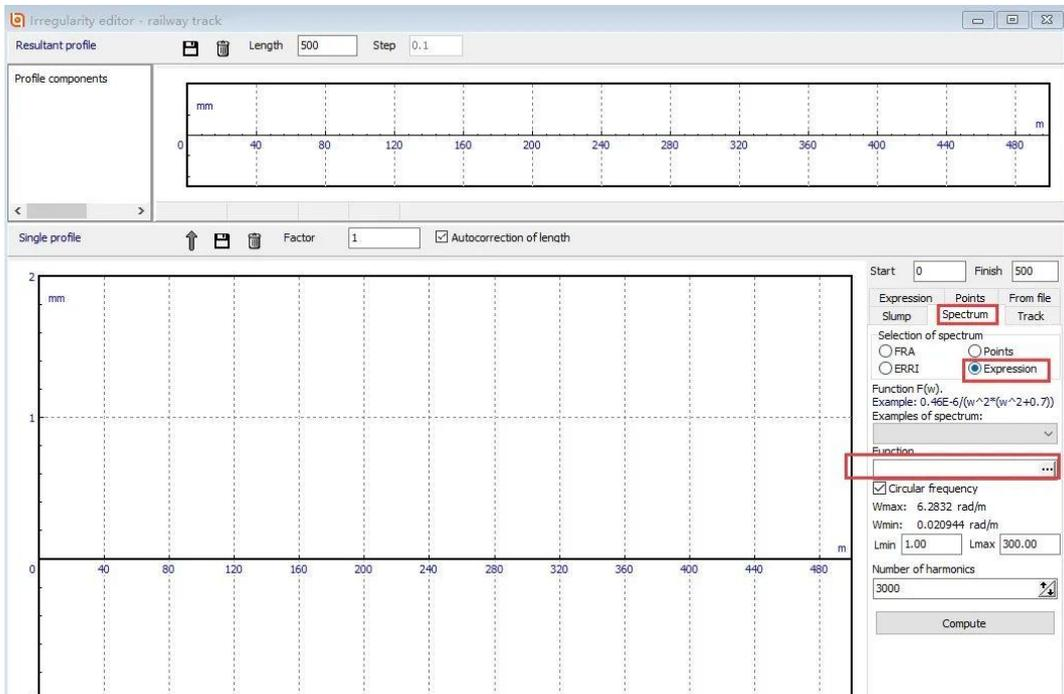

图 066-3
2、点击 **Spectrum-Expression**，界面如图 066-3。